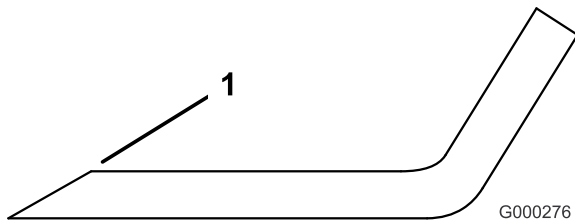

Figure 86
1. Au moyen d'une lime, aiguissez les tranchants aux deux extrémités de la lame (Figure 86) en veillant à conserver l'angle de coupe d'origine. Limez la même quantité de métal sur chacun des deux tranchants pour ne pas déséquilibrer la lame.